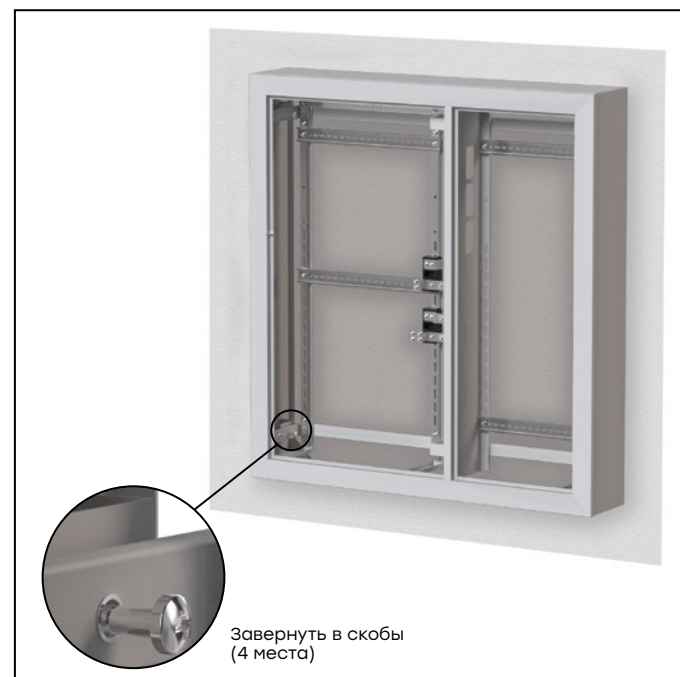

Рис. 9
3.2. Вставьте корпус в кожух щита этажного и закрутите болты M8x50, установленные в корпусе щита, в отверстия П-скоб кожуха щита этажного (рис. 9).